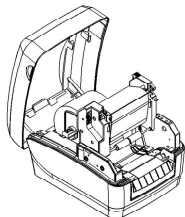

图 2.5.2
- 4) 拨动碳带拨轮，使碳带绷紧（安装好的纸卷和碳带如图 2.5.2）；